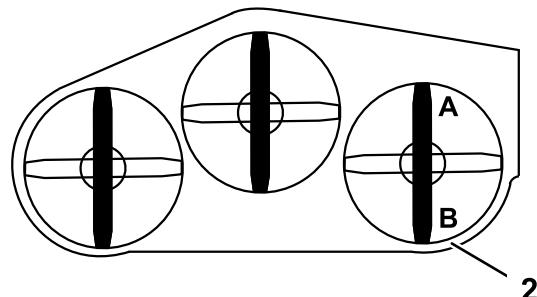
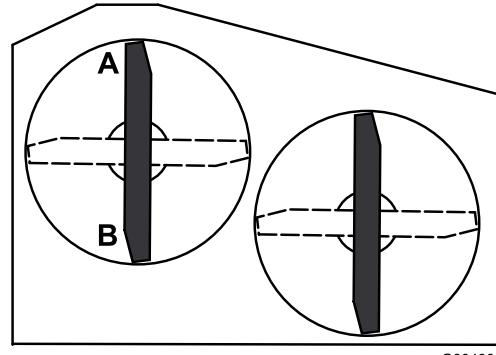

Figura 65
Figura 66
2. Coloque una cuchilla en posición longitudinal. Mida en las posiciones **A** y **B** desde una superficie nivelada hasta el filo de corte de los extremos de la cuchilla (Figura 65 o Figura 66). Para las plataformas de cortacésped de 36 pulgadas, consulte la Figura 66.